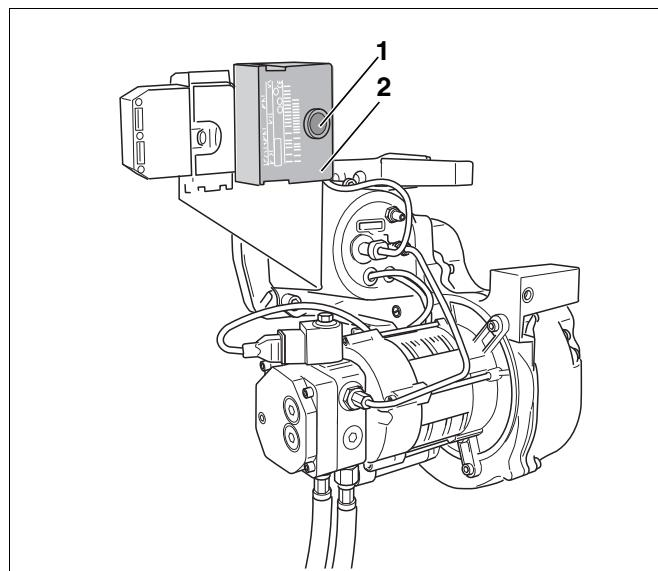

Рис. 13 Кнопка подавления помех и сигнальная лампа
- Выпустите воздух из системы с помощью встроенного топливного насоса без повторного нажатия кнопки подавления помех (Рис. 13, поз. 1).
- Нажать кнопку подавления помех (Рис. 13, поз. 1), горелка переходит в стартовый или рабочий режим.
- Нажмите кнопку подавления помех (Рис. 13, поз. 1, стр. 17).